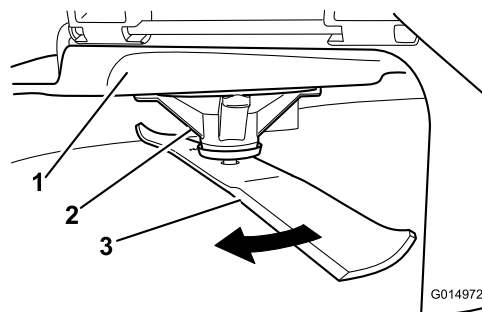

Figura 57
2. Purtați mâinii cu protecție corespunzătoare sau alte protecții adecvate pentru mâini i rotiți încet lama într-o poziție care vă permite să măsurați distanța dintre marginea de tăiere i suprafața uniformă pe care se află maina (Figura 57).